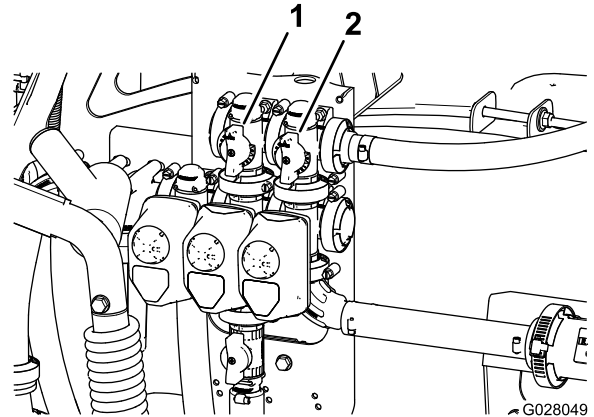

Figure 20
2. Fermée (0)
11. Réglez la vanne de dérivation (Figure 20) à l'arrière de la vanne d'agitation jusqu'à ce que la pression indiquée soit 6,9 bar.
9. Déplacez plus ou moins la poignée de dérivation générale des sections de manière à réguler l'agitation à l'intérieur de la cuve (Figure 20).